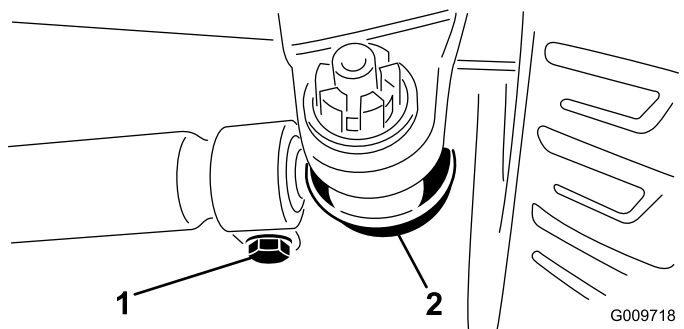

Рисунок 69
4. Ослабьте зажимы на обоих концах поперечных тяг (Рисунок 69).